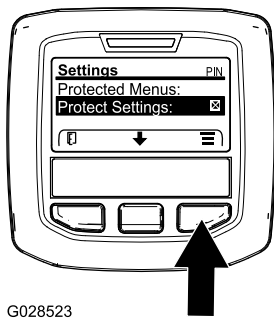

Figura 23
- Desde el menú PRINCIPAL, utilice el botón central para desplazarse hacia abajo hasta el menú AJUSTES y pulse el botón derecho (Figura 23).